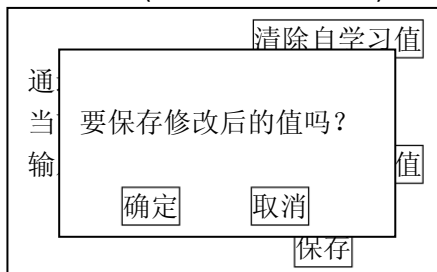

图 4-17
5) 如果正确, 则按【保存】保存(保存后无法再改变)。如图 4-17;